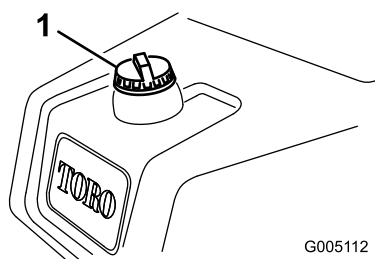

図 30
1. 燃料タンクのキャップの周囲をきれいに拭く（図 30）。